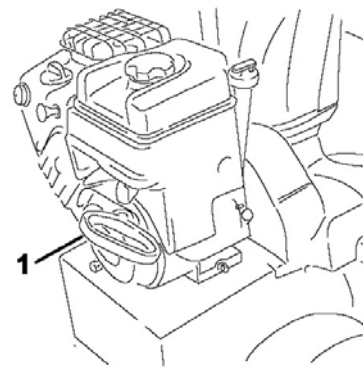

Рисунок 23.
7. Потяните шнур ручного запуска (Рис. 23).